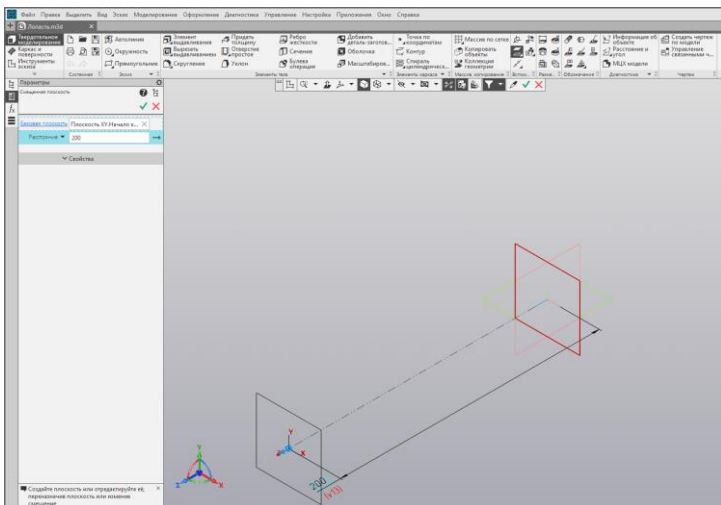

Рис. 39.
3. С помощью команды **Смещенная плоскость** постройте вспомогательную плоскость, на которой будут располагаться спирали. Задайте значение расстояния смещения 200 от Плоскости XY (рис.39) Нажмите кнопку Создать объект . Нажмите кнопку Завершить .